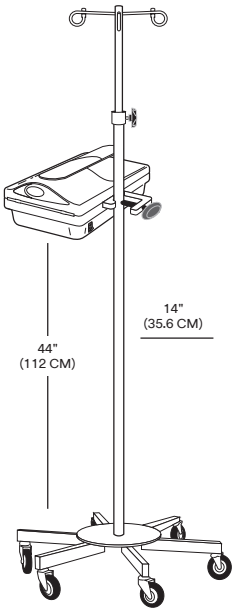

Figura 3
- 1. Conecte a unidade de aquecimento de sangue/fluidos Ranger ao suporte para I.V. Aperte bem a braçadeira do suporte (consulte a Figura 3).